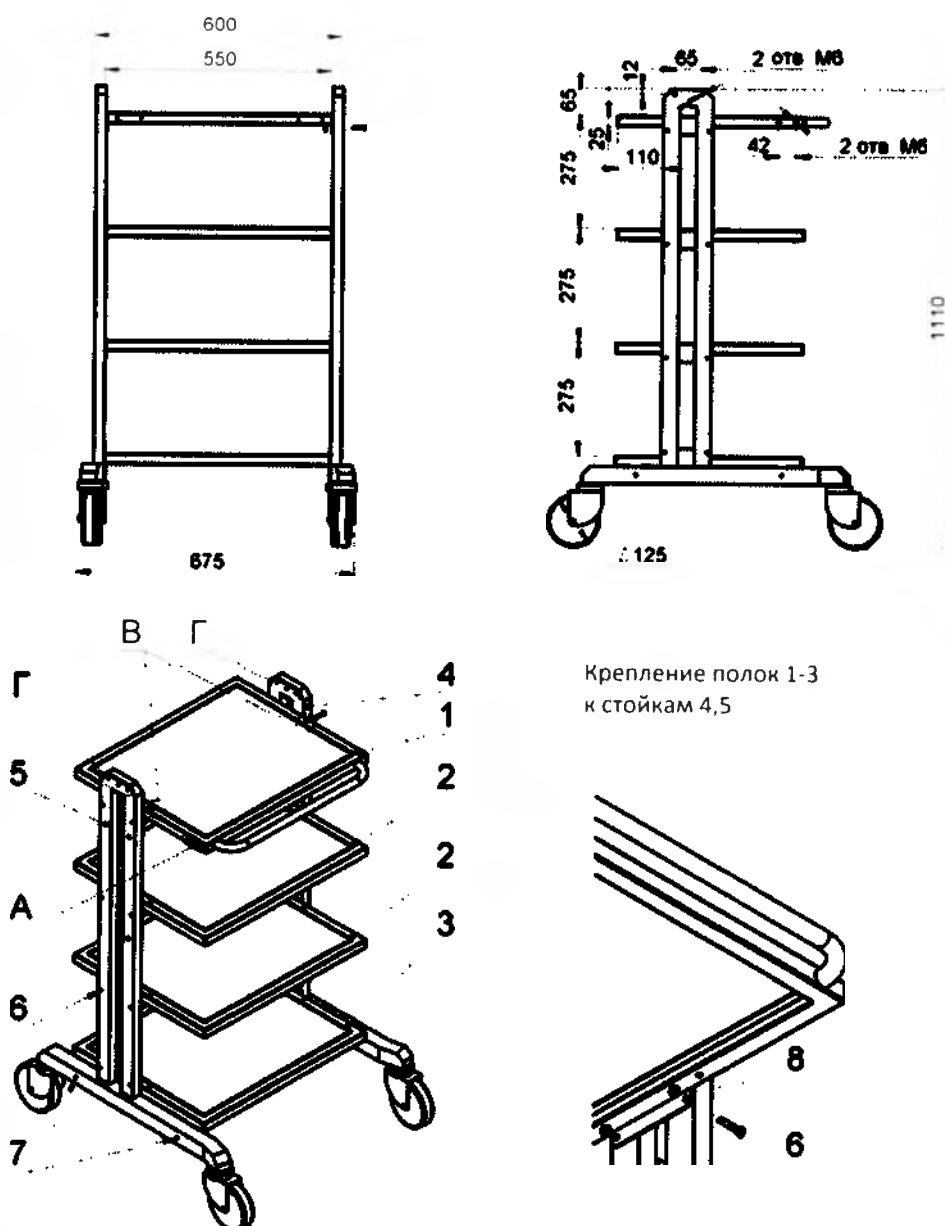
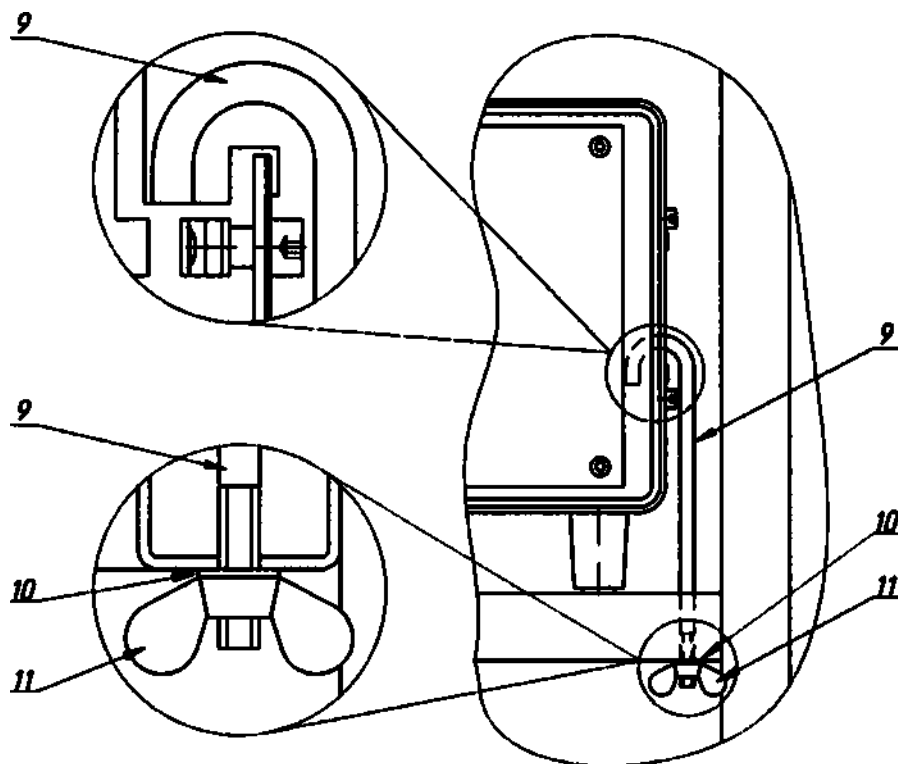
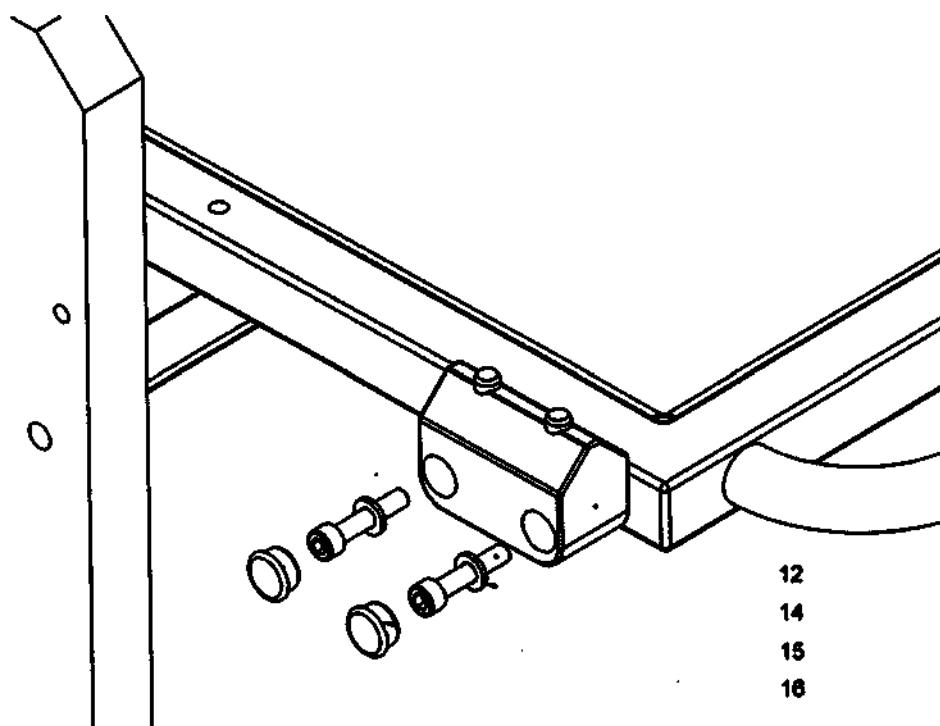
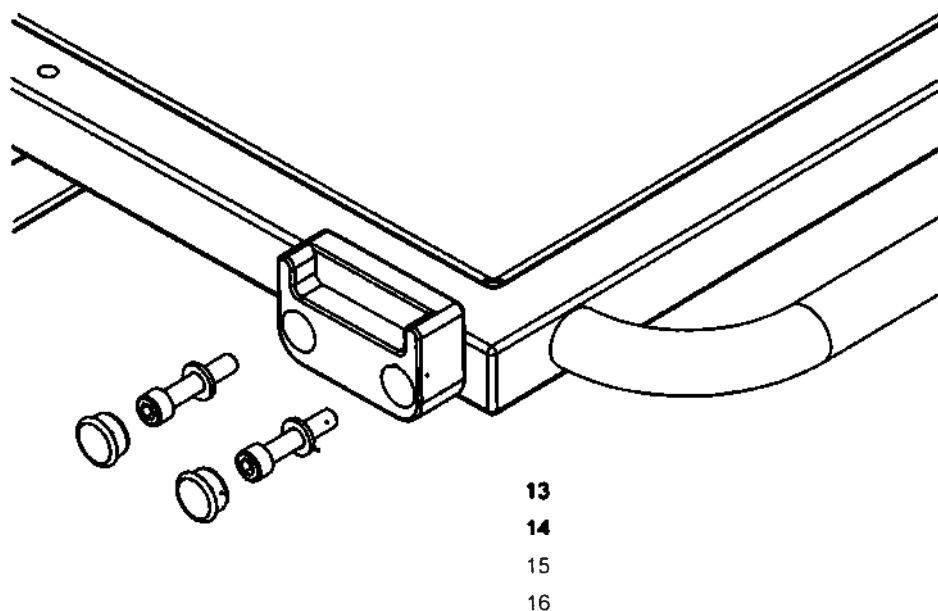

Рис. 1. Общий вид тележки и порядок сборки.
Рис. 2. Схема крепления блоков к полкам.
Рис. 3. Схема установки кронштейна-адаптера для крепления кронштейна К-7.
Рис. 4. Схема установки опоры для крепления кронштейна К-3.
Общий вид тележки и порядок сборки представлены на рис. 1.
- опоры (NS016206.088) для крепления кронштейна К-3 (NS016998.012) или кронштейна-адаптера (NS059206.007) для крепления кронштейна К-7 (NS016998.018) (рис. 1, выноска А);
- крючков (поз. 9 на рис. 2), фиксирующих блоки магнитного стимулятора «Нейро-МС/Д» (рис. 1, выноска В);
- кронштейна (NS016998.010) для крепления LCD (монитора) компьютера (рис. 1, выноска Г).
Схема крепления блоков к полкам представлена на рис. 2.
Для фиксации блоков магнитного стимулятора вставьте крючки (поз. 9) в отверстия на полках тележки (рис. 1, выноска В) и зацепите их за канавки на боковых стенках блоков с обеих сторон, затяните гайки-барашки (поз. 11) с шайбами (поз. 10).
Схема установки кронштейна-адаптера (NS059206.007) для крепления кронштейна К-7 представлена на рис. 3.
Схема установки опоры (NS016206.088) для крепления кронштейна К-3 представлена на рис. 4.
Закрепите детали (поз. 12 на рис. 3 или поз. 13 на рис. 4) на верхней полке тележки, используя два резьбовых отверстия (рис. 1, выноска А), с помощью винтов (поз. 14) с шайбами (поз. 15), в отверстия вставьте заглушки (поз. 16).